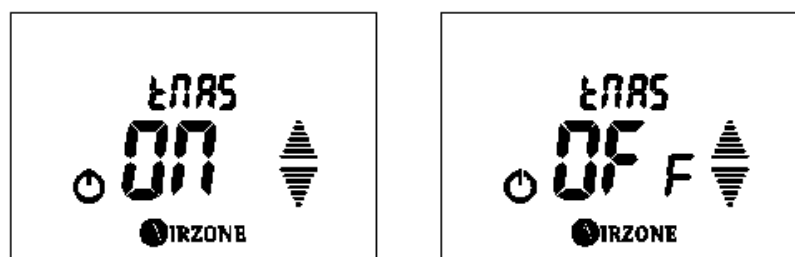

Fig. 75
- **Configuración termostato maestro LTAS :** Muestra la configuración que tiene el termostato. Si es maestro muestra 01 y si es zona muestra OFF . Si desea cambiar configuración del termostato pulse AIRZONE , el valor del menú se pondrá a parpadear, esto indica que estamos dentro del menú. Seleccione la opción deseada mediante las flechas $\blacktriangle$ $\blacktriangledown$ y pulse AIRZONE para confirmar. Si desea salir del menú pulse $\odot$ para volver al menú anterior. (Fig. 75)